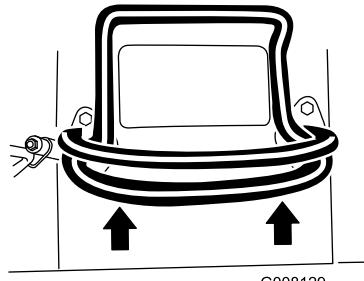
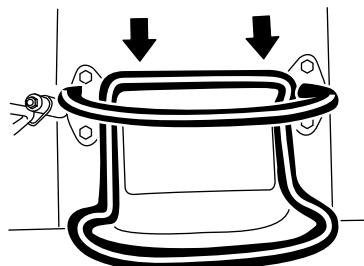

Bild 7
Bild 8
- Bewegen Sie den Fahrantreibshebel nach hinten, um rückwärts zu fahren (Bild 8). **Schauen Sie beim Rückwärtsfahren nach hinten und achten Sie auf Hindernisse, fassen Sie den Anschlagbügel mit den Händen an (Bild 7).**
- Bewegen Sie den Fahrantreibshebel nach vorne, um vorwärts zu fahren (Bild 7).